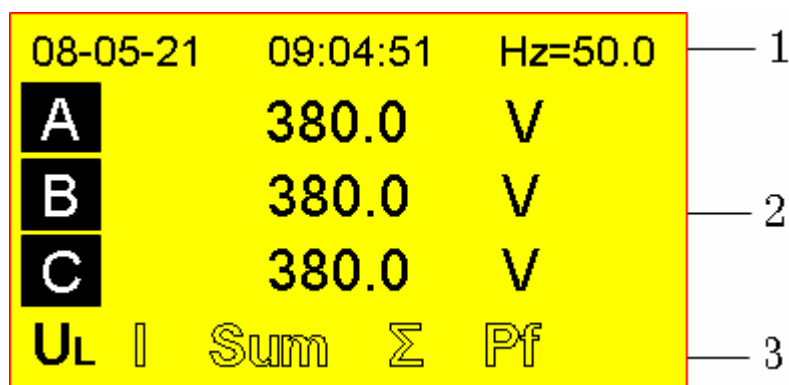

图 4.3.1-1 线电压
画面可分为 3 部分，即图 4.3.1-1 中标号 1、2、3 所指：
2. 对应三相电的具体电参量值，图 4.3.1-1 中所指示的为三相电压。